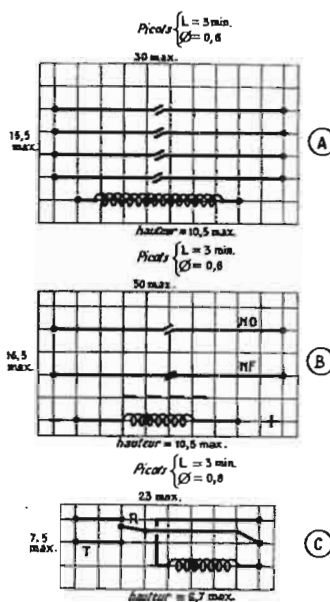

Fig. 16
Des R.L.S. à plusieurs contacts I.L.S. existent. D'autres contiennent également des aimants permanents. Voici à la figure 16 quelques variantes de relais à lames souples :
Figure 16 (B) : relais à lames souples type 1 contact travail + 1 contact repos. Dans ce modèle, le fonctionnement d'un contact est inverse de celui de l'autre lorsque le courant passe dans la bobine.
Figure 16 (C) : 1 contact inverseur. Les applications des I.L.S. et des R.L.S. sont en nombre infini et on trouvera des détails complets sur leurs types et leur calcul graphique, à l'aide d'abaques dans les catalogues Orega-Cifte et dans la brochure I.L.S. interrupteurs à lames souples - R.L.S. relais à lames souples de Mazda-Belvu (même adresse que Orega-Cifte).